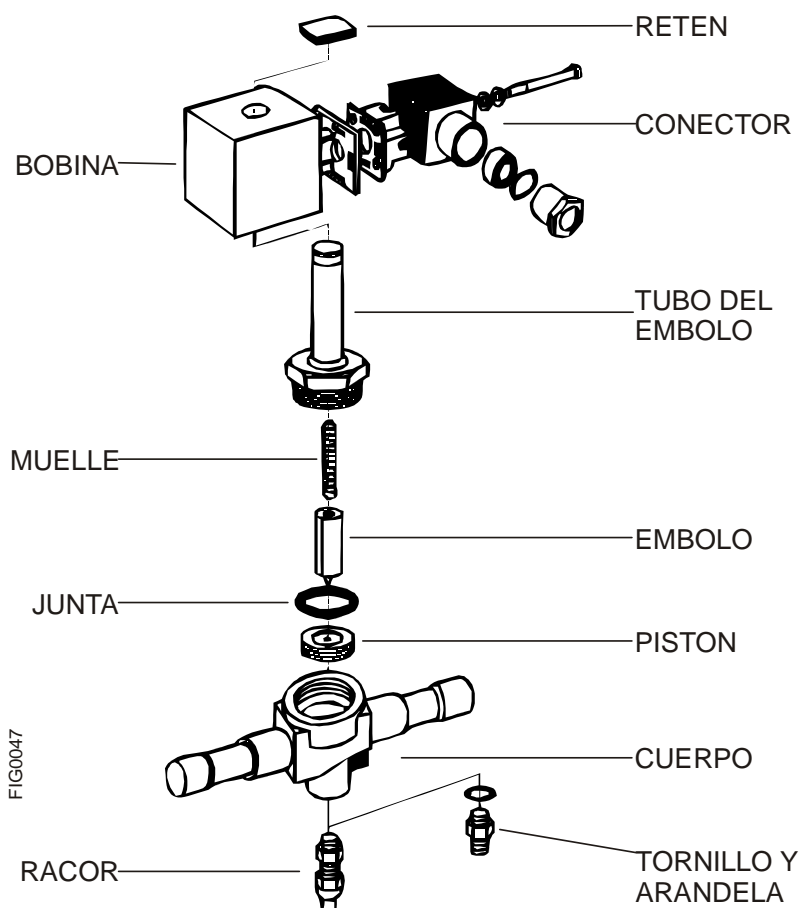

Figura A-13. Válvula solenoides
A.3.2.8 Válvulas solenoides (Figura A-13)